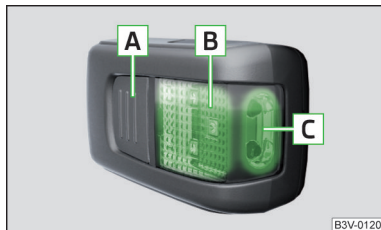

Fig. 148
Descripción de la luz » fig. 148
- ▶ Para **encender** de la lámpara retirada, presionar la tecla **A** » fig. 148. Presionando nuevamente se **apaga** la lámpara.
Si no se apaga la lámpara y está colocada correctamente en el soporte, los medios de iluminación LED en la parte delantera de la lámpara **C** » fig. 148 se apagan automáticamente.